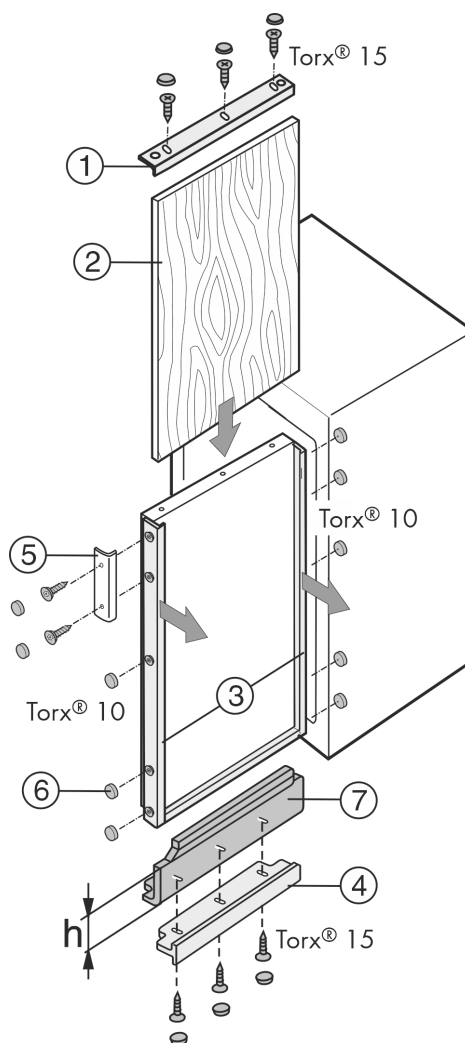

Fig. 41
- Visser le cadre d'habillage (1) en bas sans serrer, puis le pousser vers l'avant.
- Visser les parties latérales (2) du cadre d'habillage sans serrer, puis les pousser vers l'avant.
- Visser la poignée (3) sans serrer.
- Insérer le panneau décor (4) par le haut.
- Placer la partie supérieure (5) sur le cadre d'habillage et la visser sans serrer.
- Insérer un capuchon (6) sur chaque tête de vis.
Quand un panneau décor est déjà disponible, mais que celui-ci est trop petit en hauteur, il peut être adapté avec des bandeaux d'ajustage Fig. 41 (7) de différentes hauteurs.